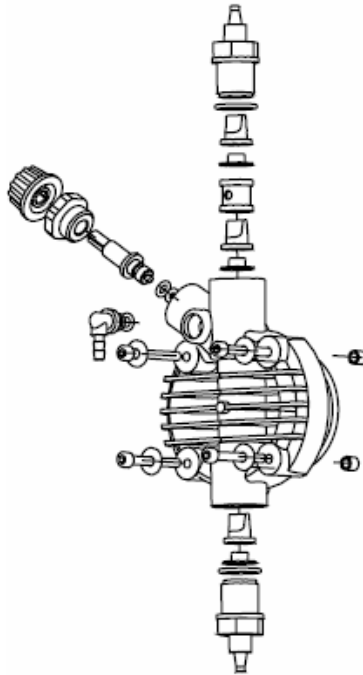

Рис. 12
- Концентрацію реагенту в трубопроводі: зниження концентрації може бути викликано зносом клапанів, в разі чого їх необхідно замінити (рис. 12) або засміттям фільтра, який необхідно промити, як описано нижче в п. 3